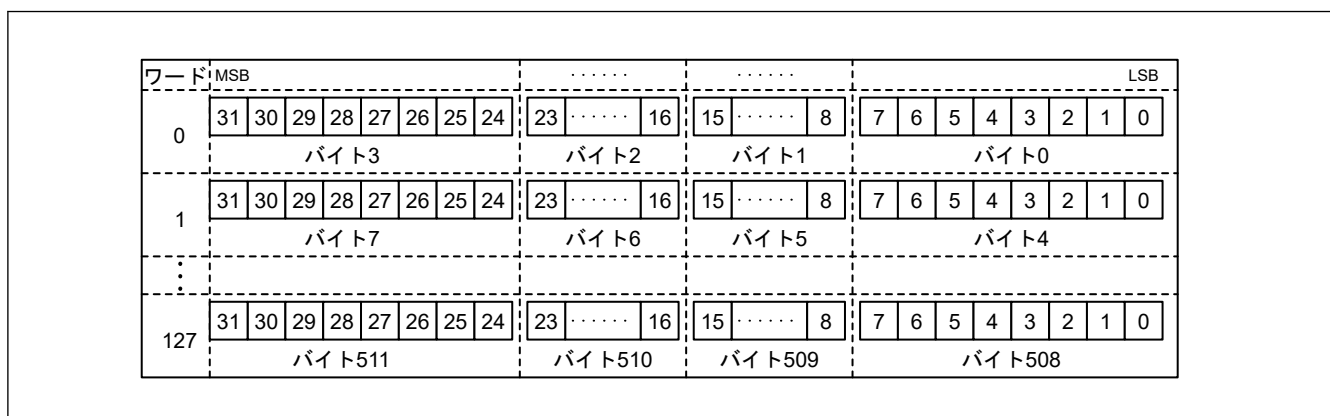

図 33.5 SD_BUF 格納データ
3. SD_BUF に格納されたデータが SD_BUF0 から読み出される (図 33.5 を参照)。